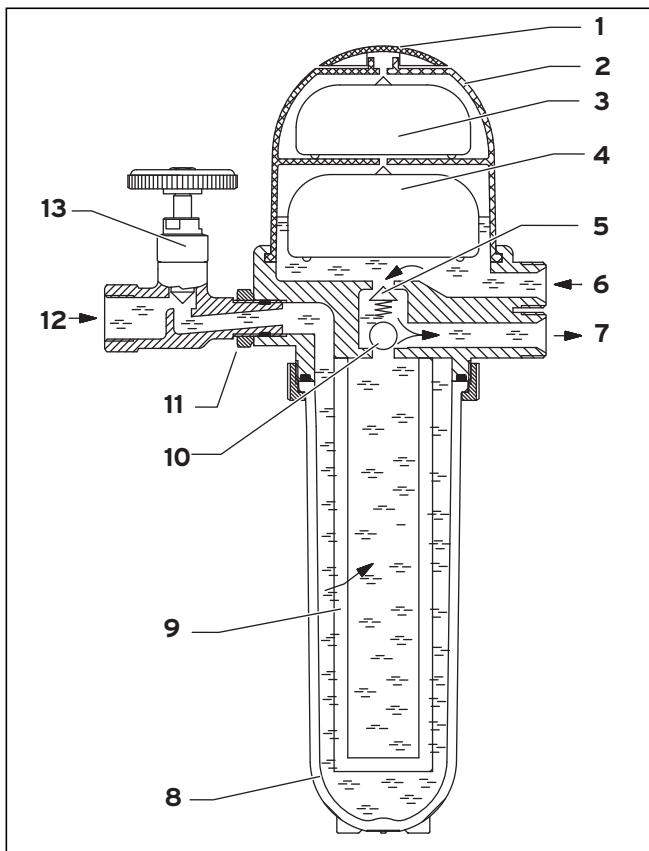
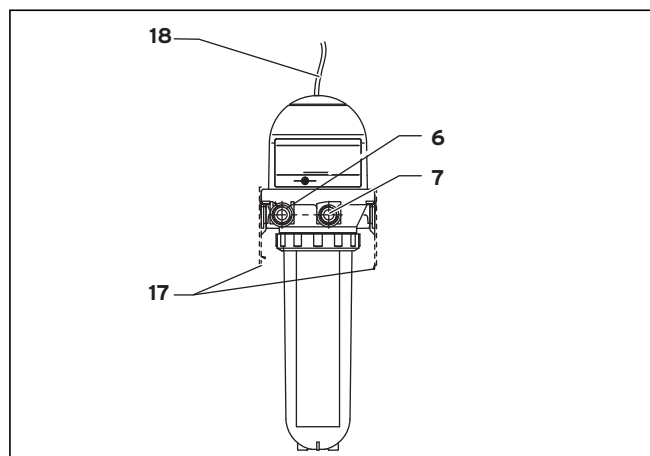
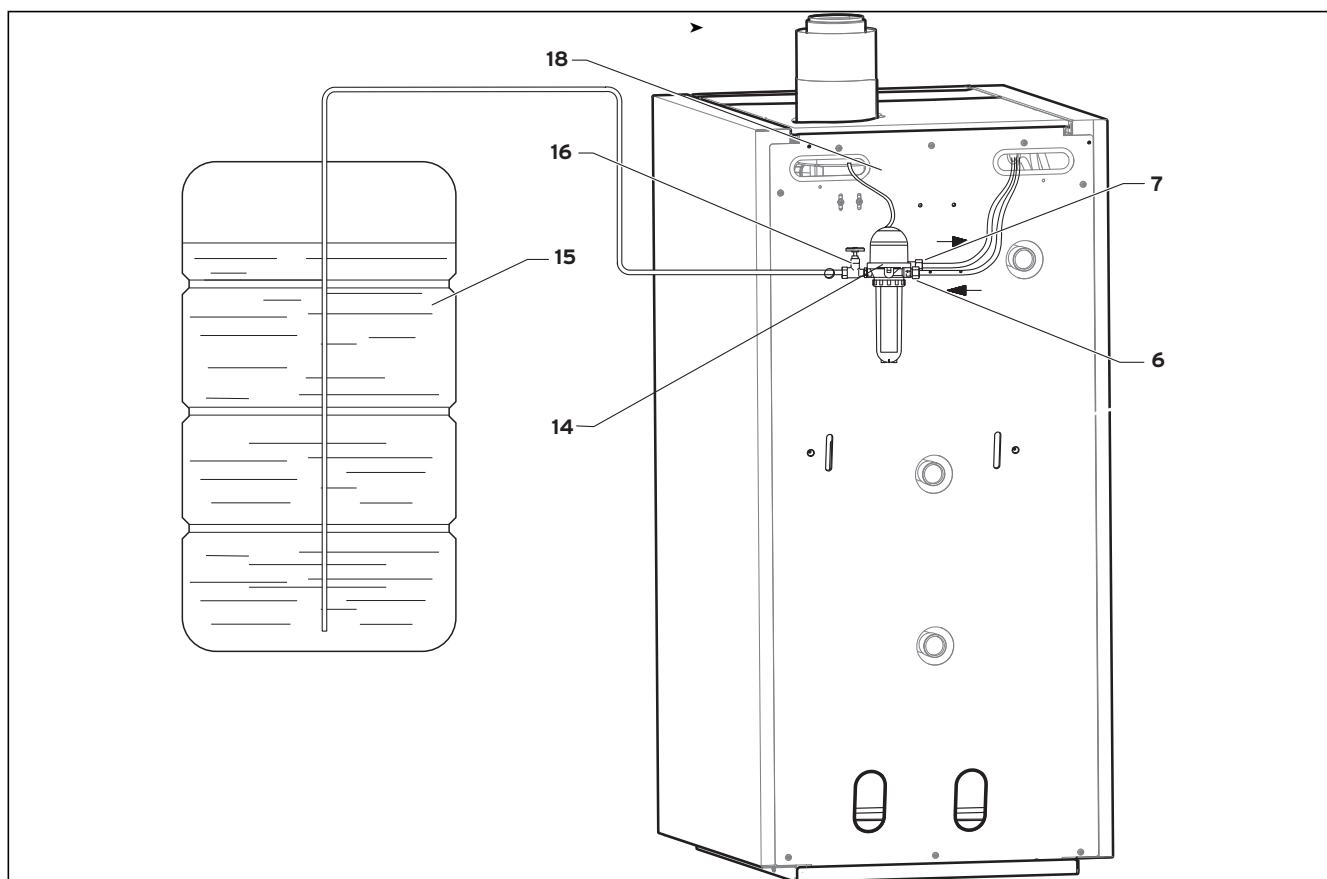

Abb. 3.1 Aufbau automatischer Heizöhlüfter mit integriertem Filter
Abb. 4.2 Seitenansicht Heizöhlüfter
Abb. 4.3 Einbaubeispiel Heizöhlentlüfter
Die Positionsnummern in diesem Kapitel beziehen sich auf Abb. 3.1, Abb. 4.2 und Abb. 4.3.
Die Positionsnummern in diesem Abschnitt beziehen sich auf Abb. 3.1, Abb. 4.2 und Abb. 4.3.
- Führen Sie die Entgasungsleitung wie in Abb. 4.3 (Pos. 18) dargestellt in den icoVIT.